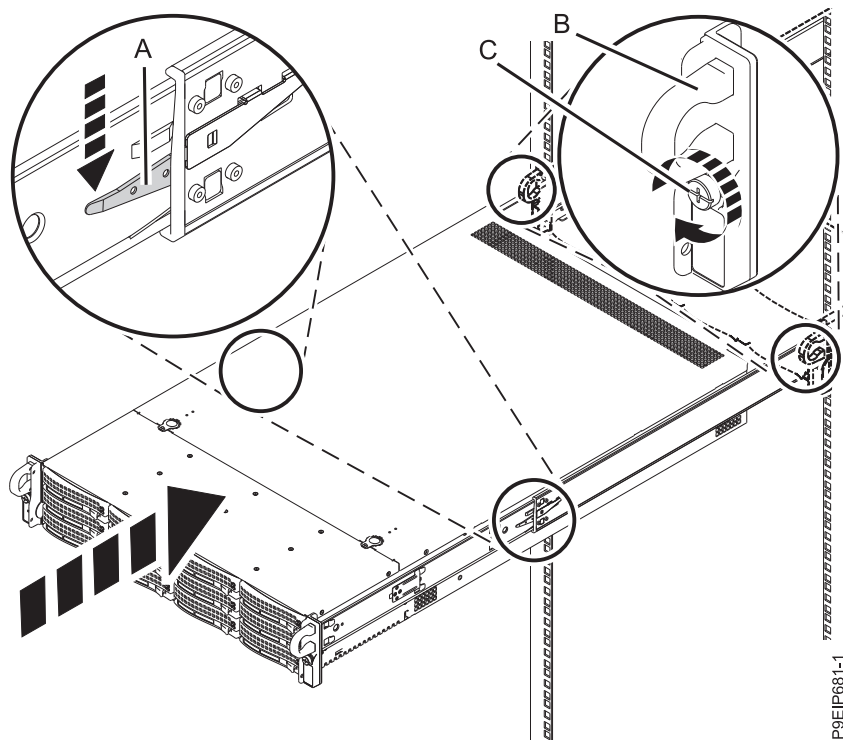

図 70. システムの操作位置への設置
1. レール安全ラッチ (A) を解放し (図 70 を参照)、システムをラックに完全に押し込みます。 ケーブルおよびケーブル・マネジメント・アームが自由に動くこと、および何にも引っ掛からないことを確認してください。